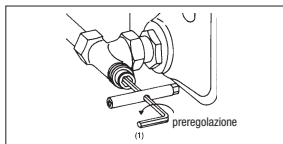

Fig.4 Preregolazione del detentore a servizio del radiatore
3. Ora prerregolare l'otturatore conico con una chiave esagonale CH 6 (6mm) (1) ruotando in senso antiorario a seconda del numero di giri selezionati sul diagramma (Fig.4).